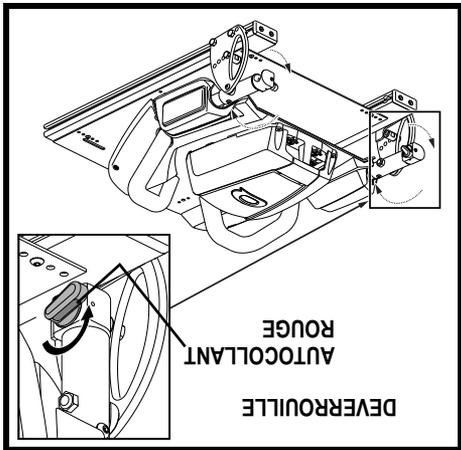

Figure 4. Montants de dossier réglables (Déverrouillé)
1. Tournez les leviers (un sur chaque montant) vers l'arrière pour débloquer le dossier. Voir la figure 4.